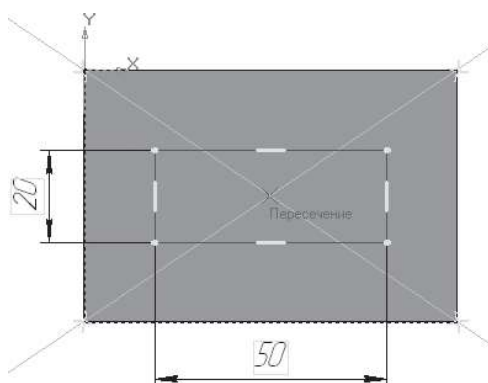

Рис. 12.5
-  – прямоугольник по центру и вершине. Укажите точку пересечения прямых (Глобальная привязка – Пересечение), постройте прямоугольник высотой 20 мм и шириной 50 мм (радиус 25 мм, значит, длина верхней части – 50 мм) – рис. 12.5.